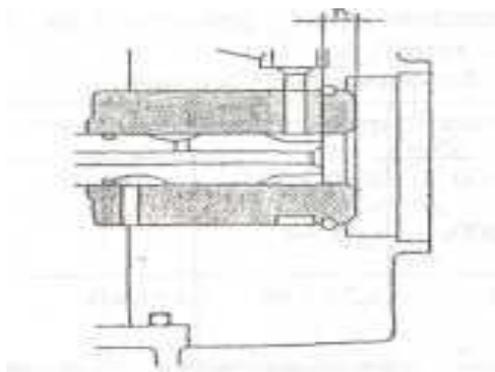

Рис.63. Размер "К"
1. Размер "К" есть расстояние от торца втулки плунжера до торца плунжера при положении плунжера в нижней мертвой точке (рис.63). 2. Установите плунжер вместе с прокладкой (43), шайбой (44), седлом пружины (45) и прокладкой (52) на кулачковой шайбе (29).